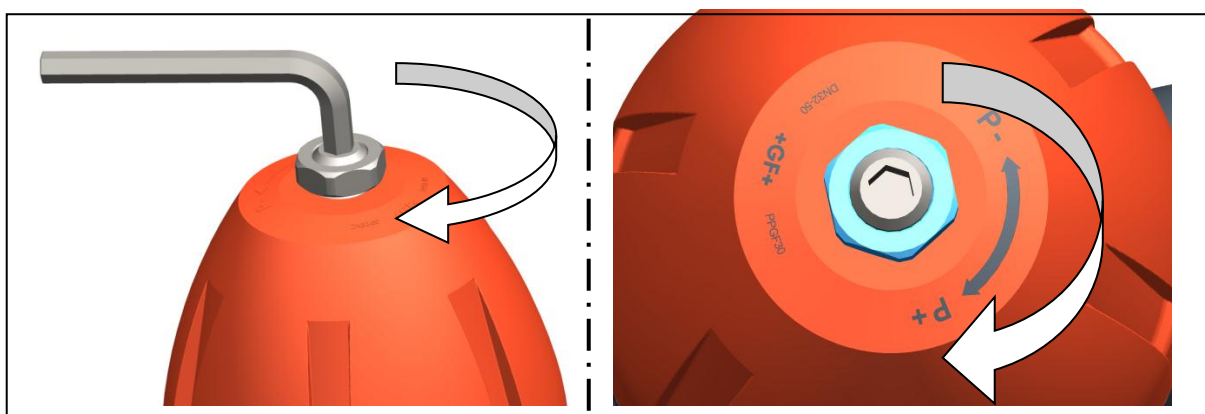

Fig. 4
- ▶ Pour augmenter la valeur de consigne : tendre le ressort. Pour ce faire, faire tourner le pivot dans le sens des aiguilles d'une montre, voir Fig. 4.